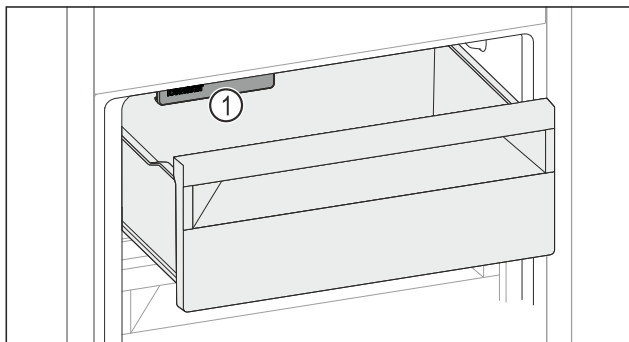

Fig. 151
- Prihliadajte na IceMaker Fig. 151 (1).